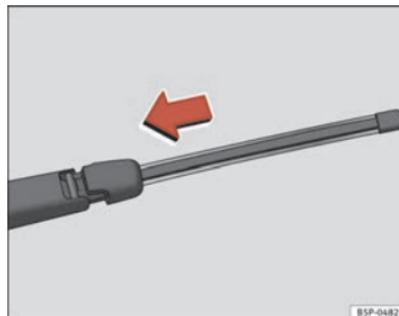

Fig. 165 Colocar a escova do limpa-vidros traseiro ▶
- Posicionar a escova, tal como se indica na ⇒ **página 236, fig. 165** e deslizar o adaptador até que encaixe.